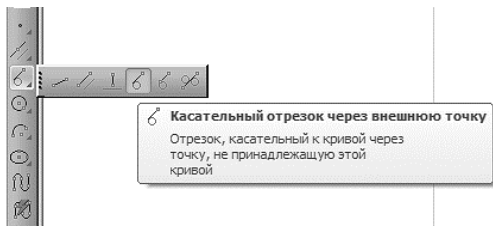

Рис. 42. Команда «Касательный отрезок через внешнюю точку»
2.7 Выбрать команду **Касательный отрезок через внешнюю точку**  на Расширенной панели команд построения отрезков инструментальной панели **Геометрия**  (рис. 42).